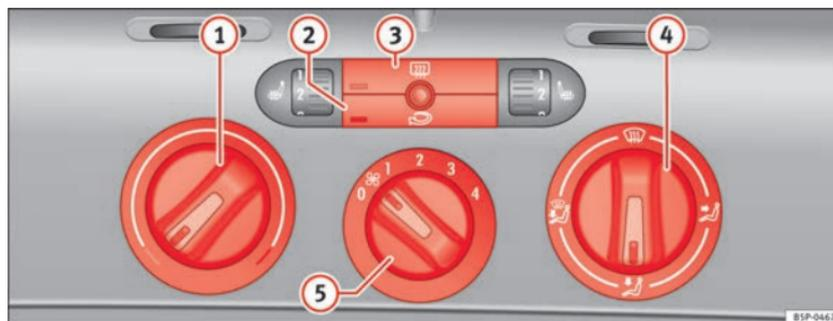

Fig. 125 Comandos do aquecimento no painel de instrumentos
- Com os reguladores ⇒ Fig. 125 ① e ④ e com o comando ⑤ regula-se a temperatura, a distribuição do ar e a velocidade da turbina.
- Premir o respectivo botão ② ou ③, para ligar e desligar uma função. Quando a função está activa, a janela que se encontra no canto inferior esquerdo do botão ilumina-se.